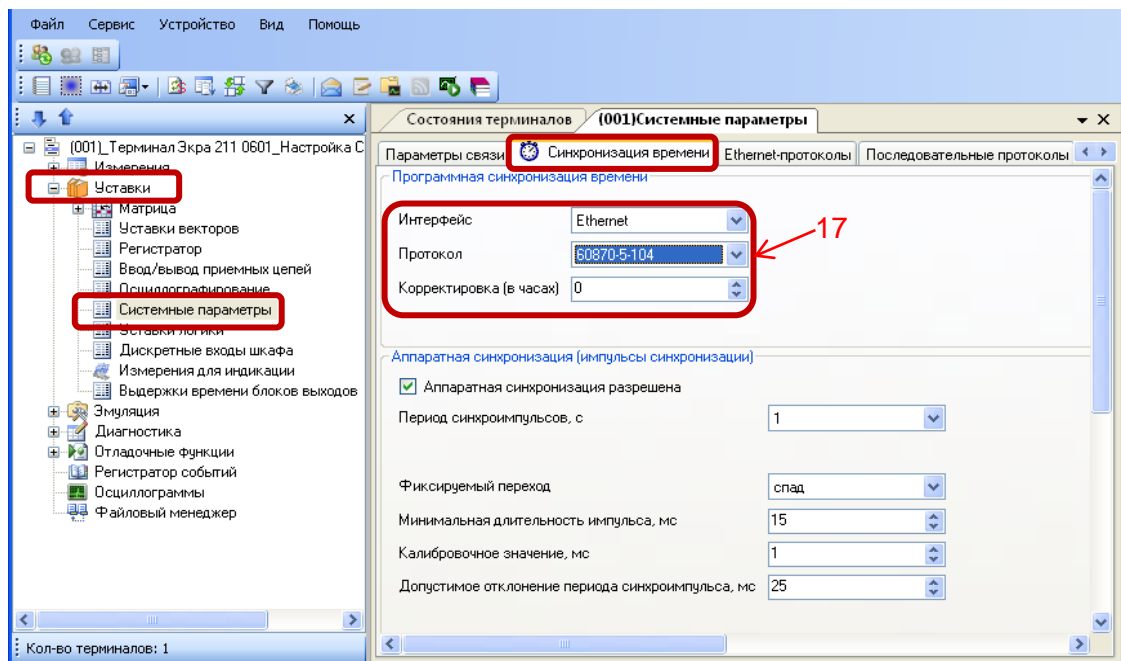

Рисунок 16 – Настройка синхронизации времени по протоколу МЭК 60870-5-104
5.1.1 В «дереве» проекта ПО АРМ-релейщика выбрать **Уставки** -> **Системные параметры** и открыть окно, дважды щелкнув мышкой на соответствующем пункте «дерева» проекта (см. рисунок 16).
5.1.4 Далее во вкладке **Синхронизация времени** выбрать интерфейс Ethernet и протокол МЭК 60870-5-104 (см. рисунок 16, обозначение 17).
5.1.5 Если необходимо задать разницу во времени между терминалом и источником времени в поле **Корректировка (в часах)** (см. рисунок 16, обозначение 17) выставить требуемую разницу в соответствии с проектом. Значение по умолчанию 0.